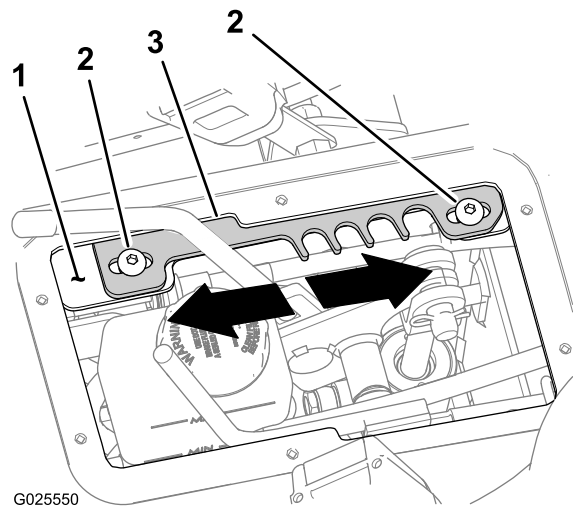

Bild 72
4. Stellen Sie den Fahrtriebshebel in die **T**-Stellung (Transport) (Bild 72).
5. Lösen Sie die zwei Sechskantschrauben (5/16" x 3/4"), mit denen die Arretierungsplatte an der Hebelstützhalterung befestigt ist (Bild 72).
- Verschieben Sie die Arretierungsplatte nach **vorne**, um die maximale Fahrgeschwindigkeit zu erhöhen (Bild 72).
- Verschieben Sie die Arretierungsplatte nach **hinten**, um die maximale Fahrgeschwindigkeit zu verringern (Bild 72).